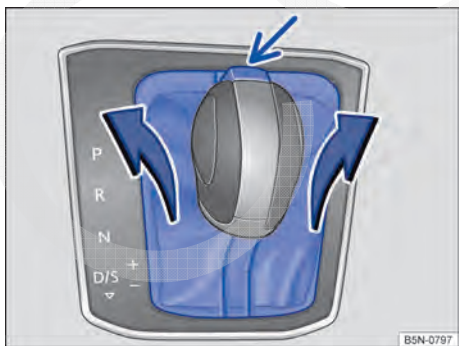

Fig. 142 Desinstalar a cobertura do quadro da alavanca seletora.
- Puxar cuidadosamente para cima a cobertura na região da guarnição da alavanca seletora com os cabos elétricos conectados → Fig. 142.